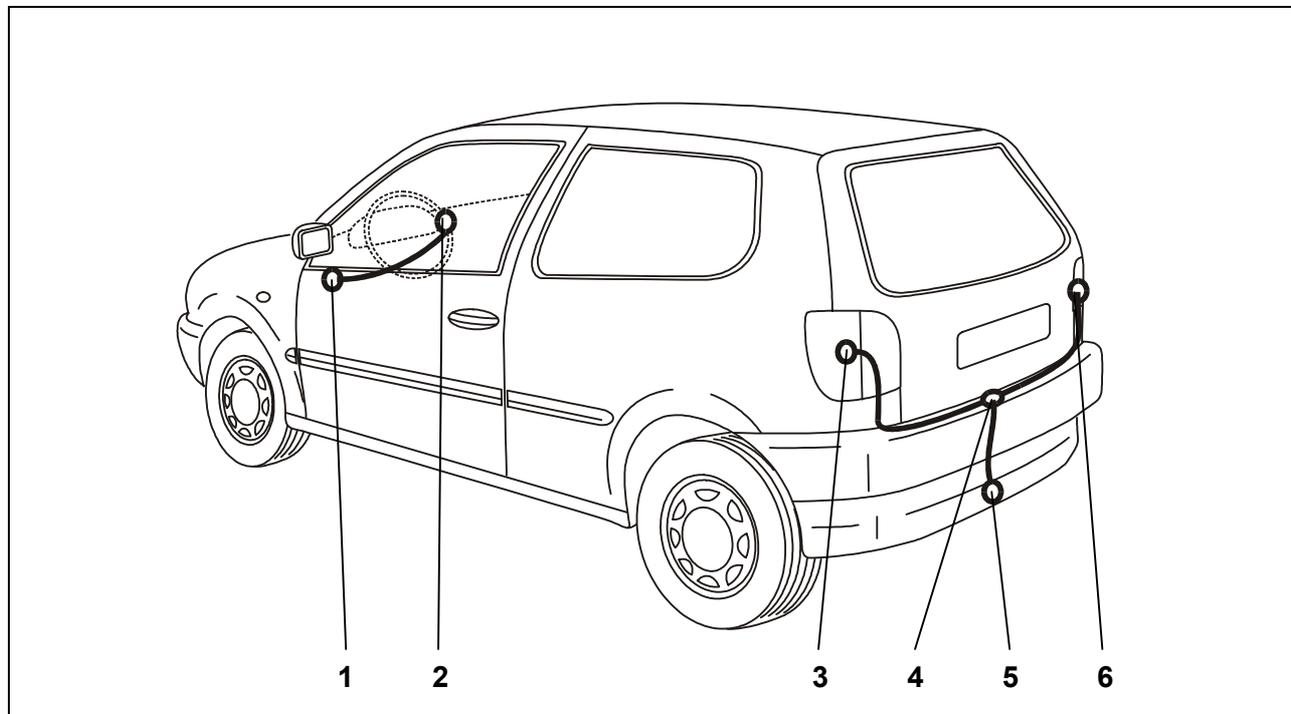

Fig. 1: Schema di montaggio
4. In un punto adeguato del vano della ruota di scorta realizzare un foro da 32 mm per il passaggio dei cavi (fig. 1/4).
5. Infilare il terminale del fascio di cavi attraverso questa apertura, partendo dal bagagliaio, verso l'esterno fino alla lamiera portapresa (fig. 1/5).
6. Infilare la bussola di gomma nel passaggio cavi (fig. 1/4).
7. Inserire la guarnizione della presa e collegare il fascio di cavi come da schema occupazione presa (fig. 1/5) ed avvicinare la guarnizione di gomma alla presa.
8. Fissare la presa al supporto (fig. 1/5) mediante le viti ed i dadi forniti.